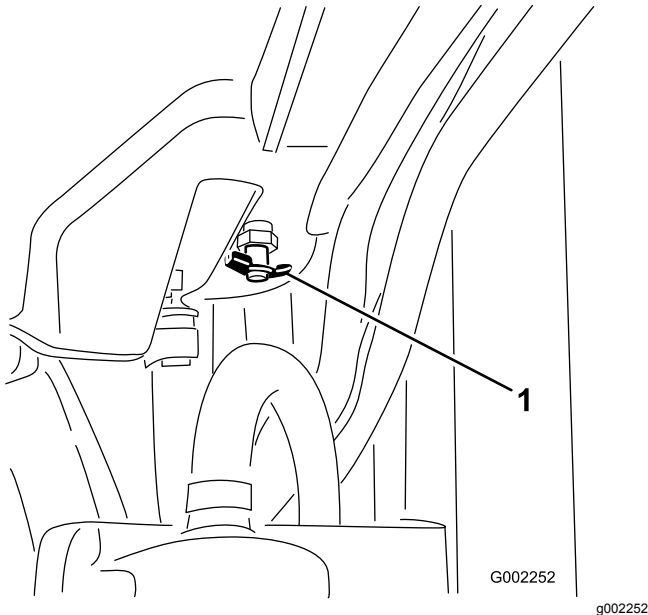

Bild 86
4. Öffnen Sie das Ablassventil und lassen Sie das Kühlmittel in die Wanne ablaufen (Bild 86).
5. Schließen Sie das Ablassventil (Bild 86).